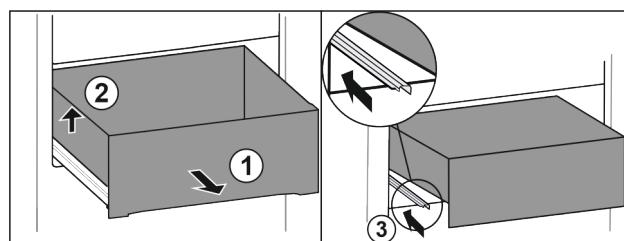

Fig. 113
- Predal izvlecite do omejevala. Fig. 113 (1)
- Dvignite predal levo. Fig. 113 (2)
- Vstavite levo vodilo. Fig. 113 (3)